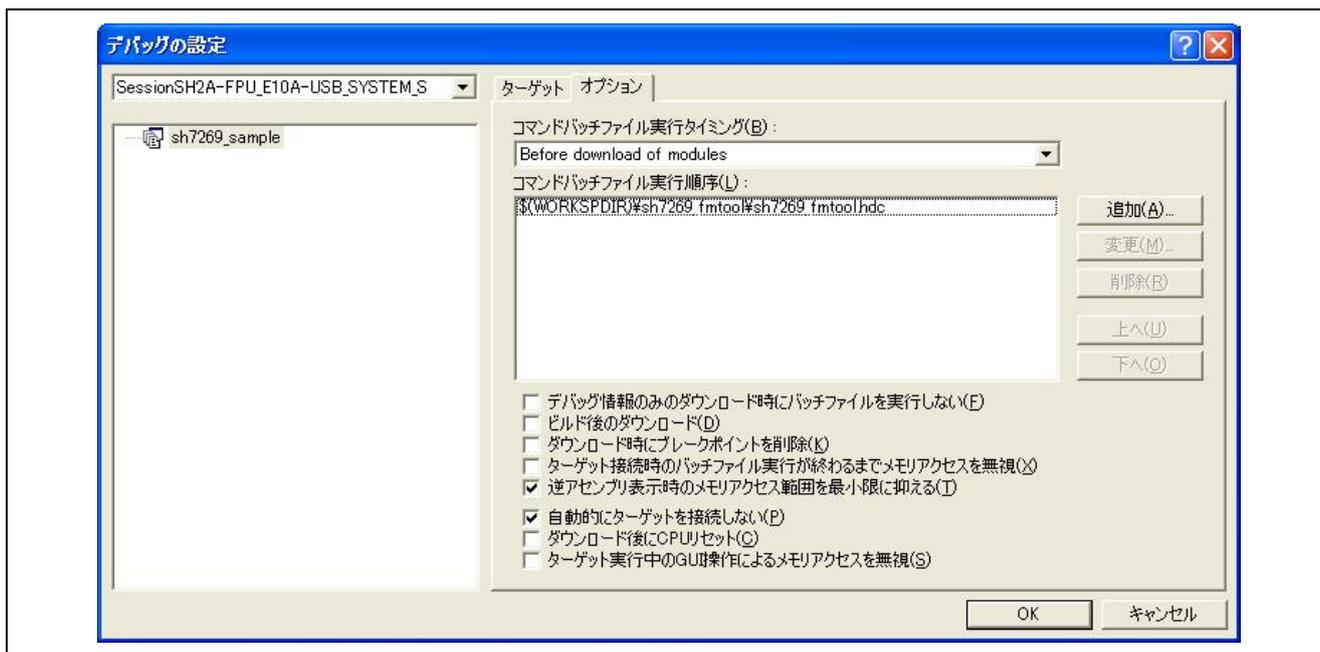

図 6.3 デバッグの設定ウィンドウ
- (1) メニューの[デバッグ]→[デバッグの設定]を選択します。
- (2) 図 6.3に示すデバッグの設定ウィンドウが開きます。
- (3) "コマンドバッチファイル実行タイミング" のプルダウンメニューから、"Before download modules"を選択します。
- (4) "コマンドバッチファイル実行順序" の追加ボタンをクリックし、バッチファイルを追加します。
- (5) OK ボタンをクリックして登録は完了です。